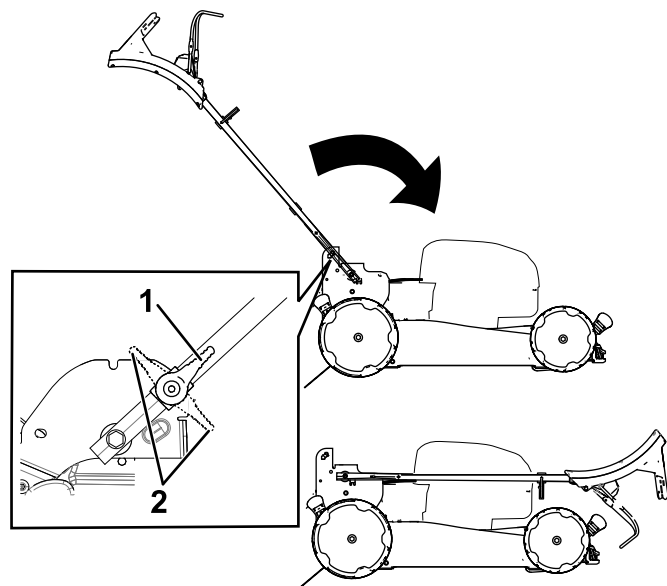

Figura 20
3. Desengate os bloqueios da pega (Figura 20).
4. Dobre a pega totalmente para a frente (Figura 20).